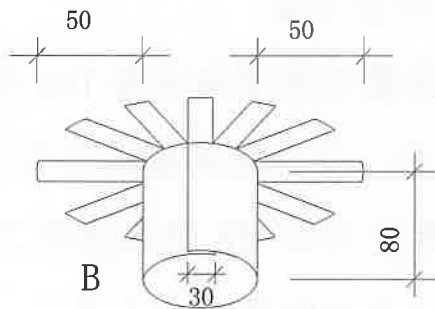

图 10 水落口加强层
⑤水落口加强防水层采用无纺布 B 作胎基，无纺布深入水落口内 80mm，平面部分无纺布采用“裙分”开叉的方法粘贴在平面上，裙分开叉 12 等份，长度为 50mm。无纺布筒内搭接宽度为 30mm（见图 10）。